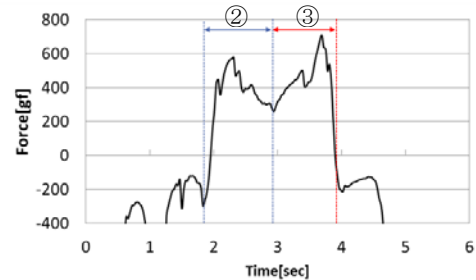

図2 実験結果の一例
3. 実験とアルゴリズム作成 所定の重さの模擬雪（水を入れたペットボトル）を床に置き、スコップですくい、約2 m 前方に投げる、という一連の動作を行い、その際の圧力センサの指示値の時間変動を測定した。模擬雪は0.75～4.75 kg までを0.5 kg 刻みとした。実験結果の一例を図2に示す。すくい上げた時（②）、および投げた時（③）に